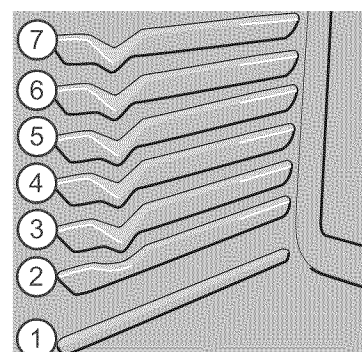

Figura 9: Posiciones de la parrilla del horno
- Para obtener los mejores resultados cuando hornee tortas con dos parrillas, coloque las parrillas en las posiciones 3 y 6. (Figura 9)